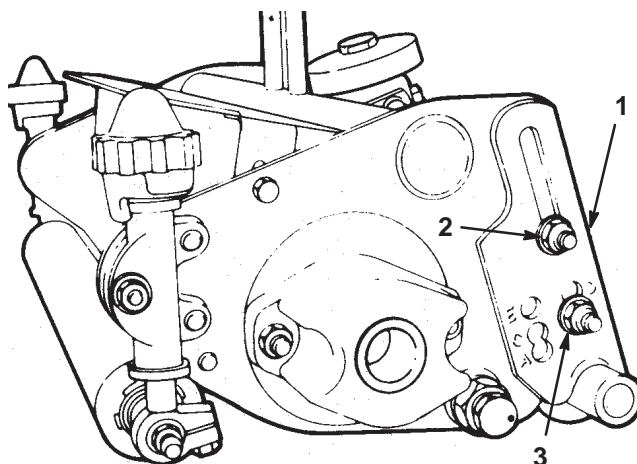

Figure 3
2. Montez les supports de hauteur de coupe arrière à l'emplacement voulu. Desserrez la vis de montage et l'écrou supérieurs et retirez l'écrou et le boulon inférieurs à gauche et à droite du plateau de coupe (Fig. 3).